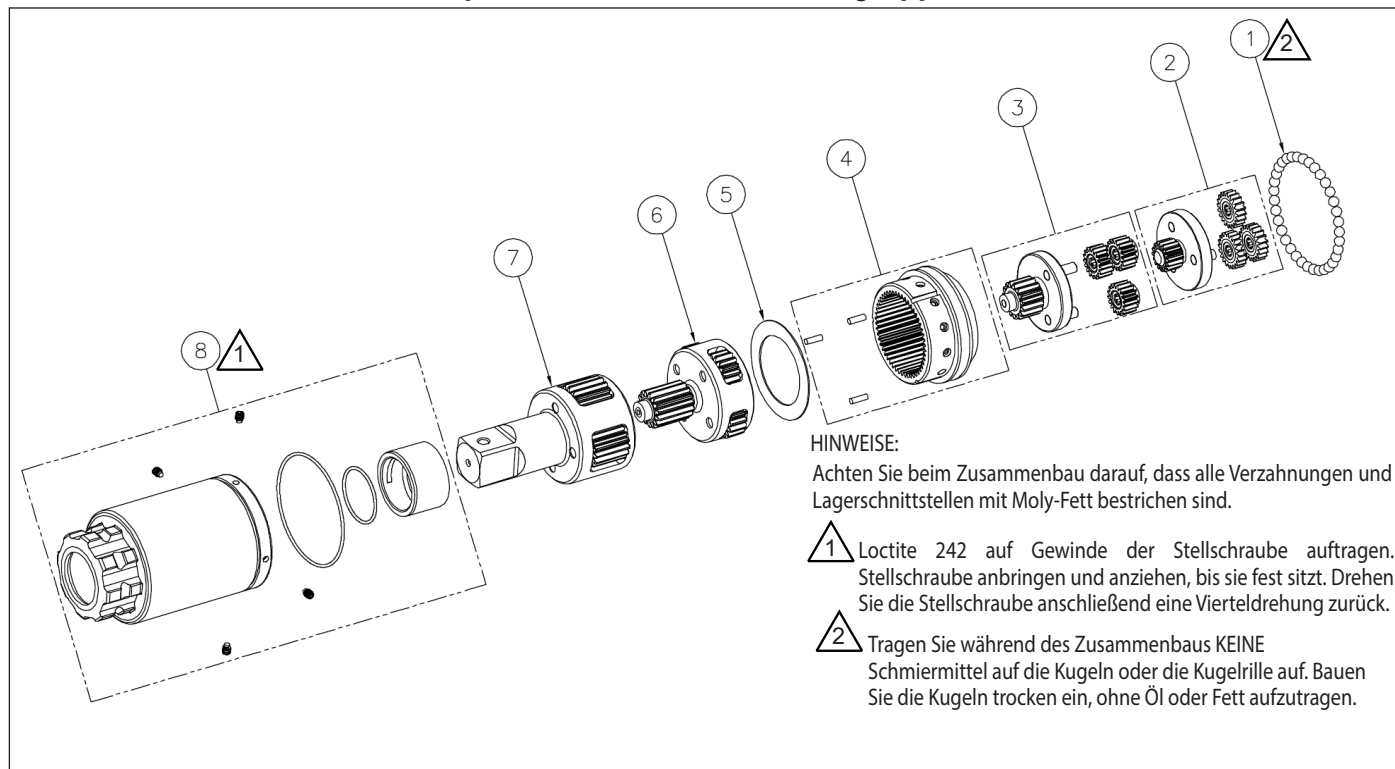

Abbildung 8: TW1000SR Getriebe-Baugruppe
9.4.1 Tabelle der Teile (Abbildung 8)